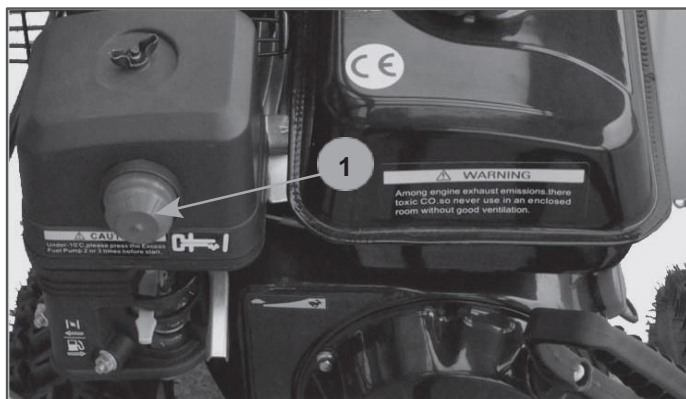

Рис. 12 Расположение ручного топливного насоса
6. Нажмите 3-5 раз на ручной топливный насос 1 (Рис. 12).